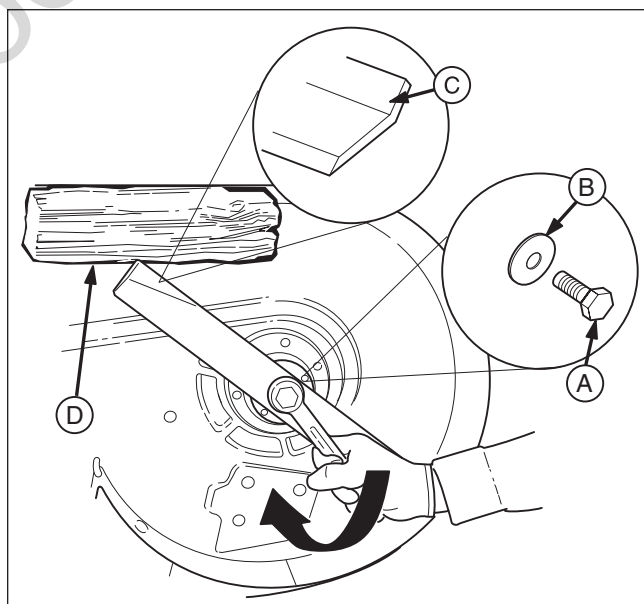

Figura 32. Apriete de las cuchillas del cortacésped para la instalación
1. Vuelva a instalar cada cuchilla del cortacésped con los elevadores por aire apuntando hacia arriba hacia la plataforma del cortacésped como se muestra en la Figura 32. Fíjelas con el perno de montaje de las cuchillas del cortacésped y una arandela plana (A y B, Figura 32) y aplique un par motor de 70 pies lb (94 Nm).